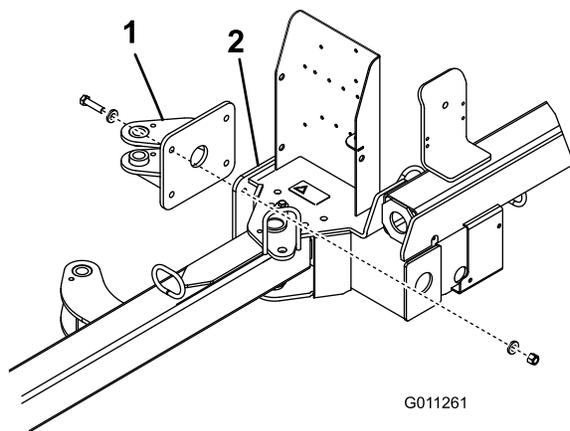

図 5
1. 後アクチュエータタブをフレームに取り付ける ボルト $\frac{1}{2}$ x 2"4本、平ワッシャ0.531 x 0.0638枚、ロックナット $\frac{1}{2}$ "4個を使用する。各コンポーネントは 図 5 のように組み付ける。